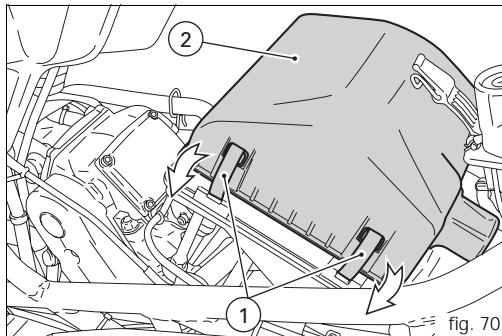

fig. 70
Le filtre à air doit être remplacé avec la cadence prescrite au tableau d'entretien périodique (voir Carnet de Garantie). Pour avoir accès au boîtier de filtre, lever le réservoir de carburant. Pour retirer le filtre, décrochez les languettes (1, fig. 70) de fixation du couvercle, de part et d'autre de la boîte à filtre, et retirez le couvercle (2).